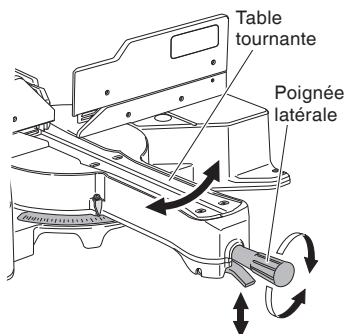

Fig. 34
(1) Mettre la table tournante à l'angle d'onglet nécessaire.
(2) Une fois l'angle réglé, serrer la poignée latérale. (Fig. 34.)